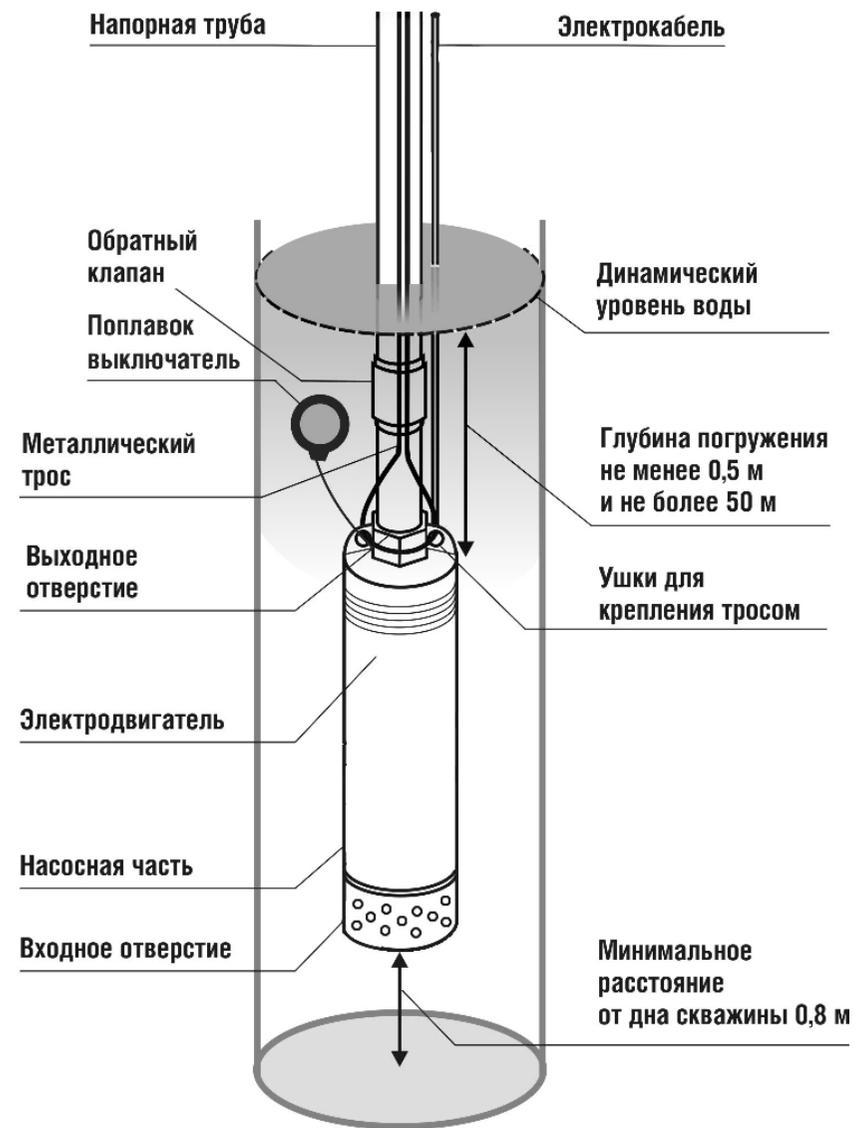

Рис. 2 Схема расположения насоса в скважине
В верхней части электронасоса расположено выходное отверстие с внутренней трубной резьбой. Крышка имеет два ушка для крепления электронасоса тросом. См рис. 2
- Опустить электронасос в воду в соответствии с рекомендациями, указанными в настоящем руководстве, и закрепить трос над скважиной, колодцем и т.п. (см. рис.2).